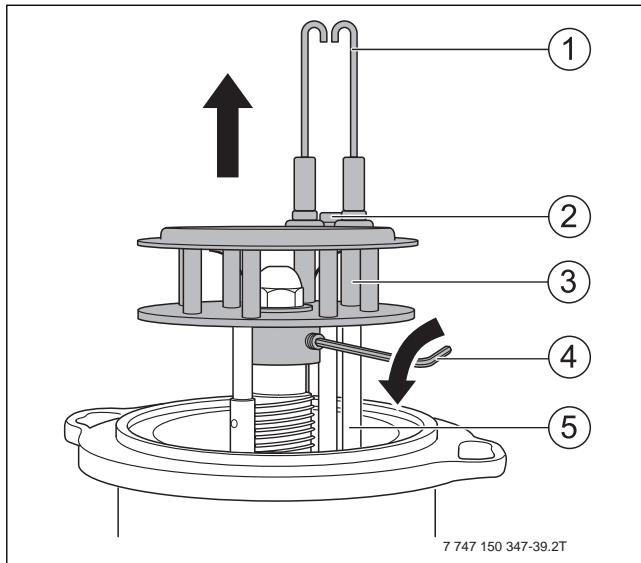

Рис. 36 Демонтаж смесительной системы
- ▶ Отверните винт (рис. 36, [2], стр. 21) между запальными электродами.
- ▶ Демонтируйте запальные электроды (рис. 36, [1], стр. 21).
- Закрепите смесительную систему стопорным винтом (→ рис. 36, [4], стр. 21).